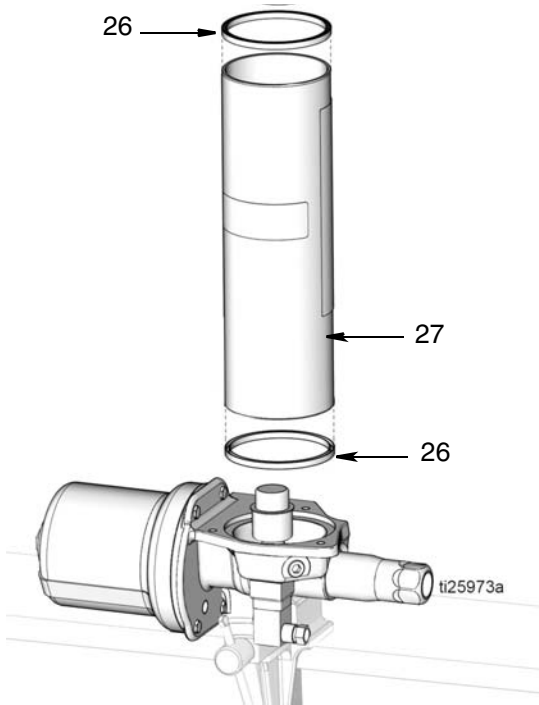

图 56
10. 将液箱垫圈 (26) 安装到液箱 (27) 的底部, 如图 56 所示。